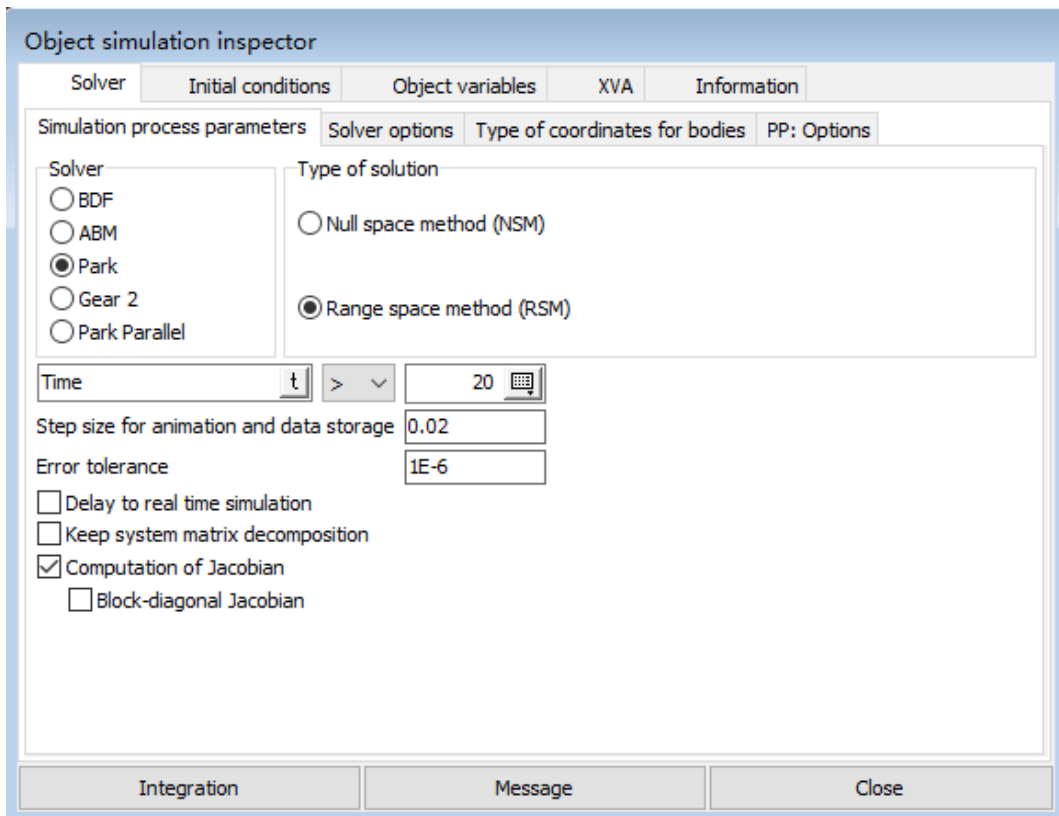

图 2-84
- 5) 在 **Solver** 页面，默认求解器为 **Park**，将仿真时间 **Time** 设置为 **20** (s)，如图 2-84。